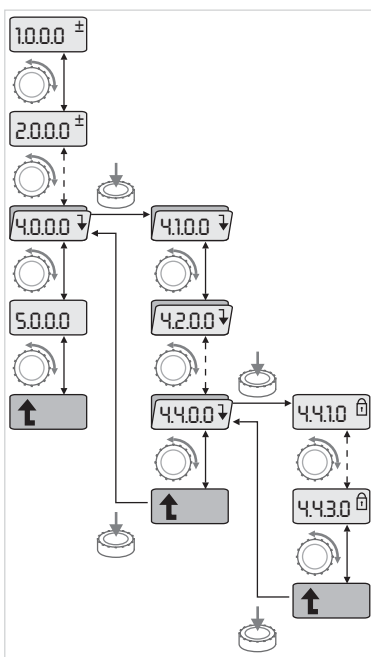

Fig. 31 : Exemple de navigation
- Procéder à la navigation normale dans le menu comme suit (exemple, voir fig. 31) :